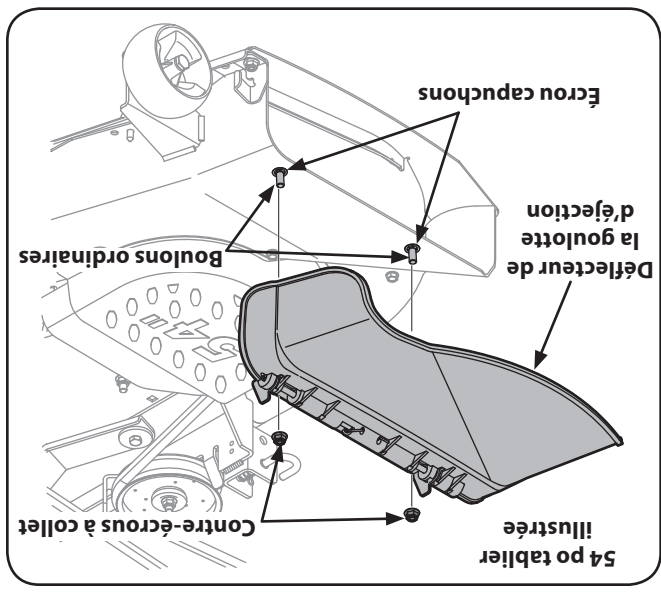

Figure 3-7
- Installez le déflecteur de la goulotte d'éjection avec les boulons ordinaires, les écrous capuchons et les contre-écrous à collet comme à la Figure 3-7. Serrez toute la boulonnerie.